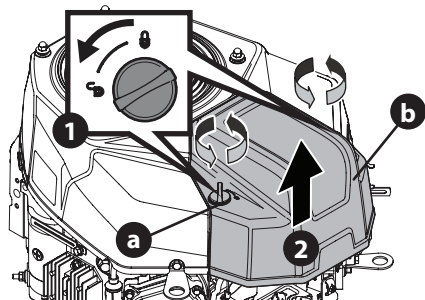

Figura 9
2. Retire la cubierta del depurador de aire (b) (Figura 9).